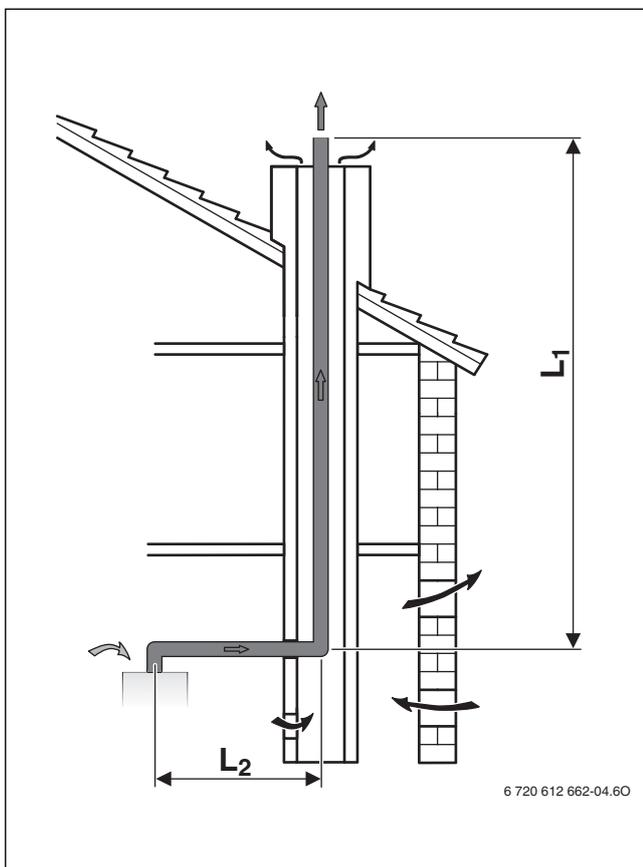

Fig. 23 Evacuation des fumées dans le conduit selon B_{23p}
- Si l'évacuation des fumées se fait par un conduit avec système d'évacuation des fumées B_{23P}, B₃₃, C₃₃ ou C₅₃ (→ fig. 23, 24 et 26), le nettoyage n'est pas nécessaire.